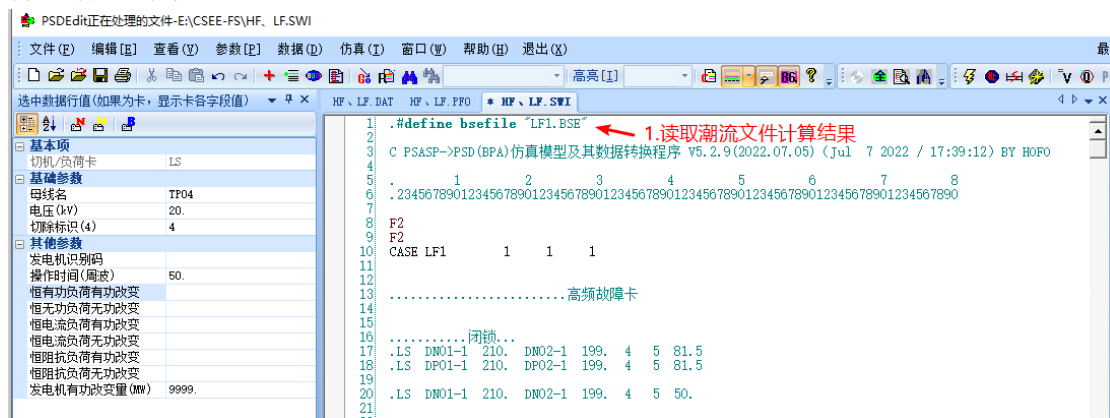

图 7 选定路径
2) 首次点击【执行潮流或稳定计算】需要选择 BSE 文件的存储路径, 如图 7 所示, 选取为同文件夹下的 LF1.BSE 文件。选定路径后自动进行稳定计算, 并在 SWI 文件的首行自动生成路径的指令, 后续重复计算将无需反复选择 BSE 文件的存储路径, 如图 7 所示。